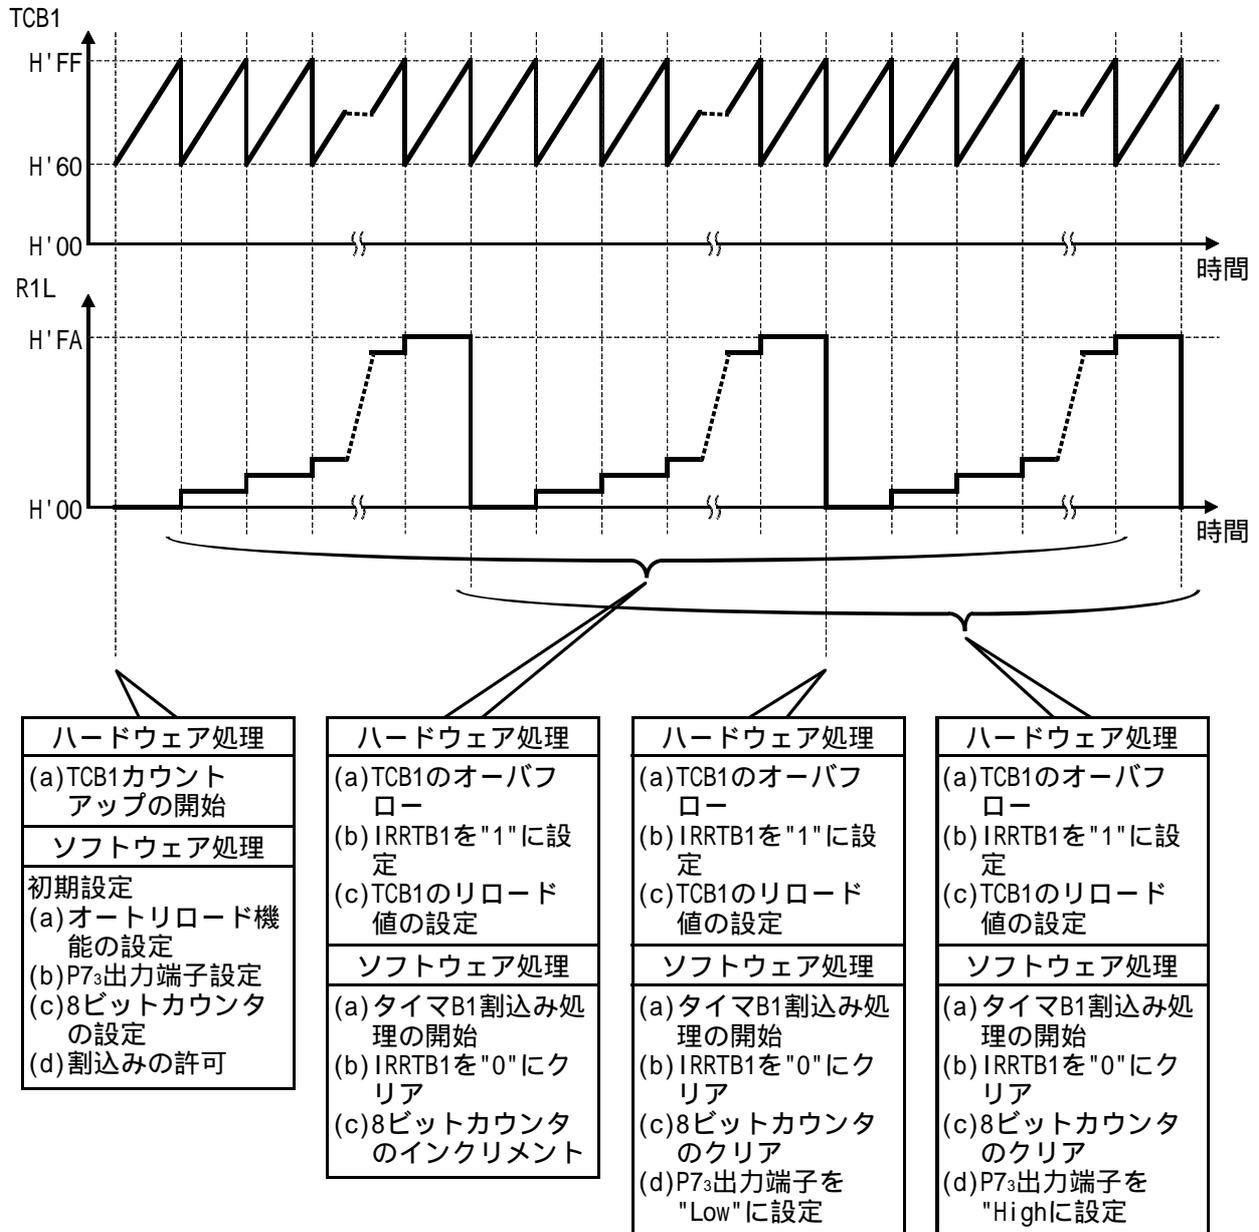

図2 タイマB1オートリロード機能による割り込み周期設定の動作原理
(1) 図2に動作原理を示します。図2に示すようなハードウェア処理、およびソフトウェア処理によりタイマB1オートリロード機能による割り込み周期設定を行ないます。